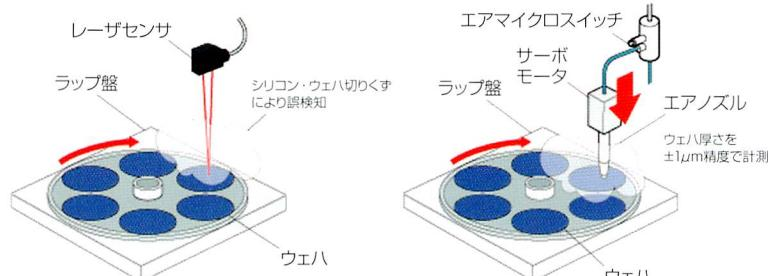

図7 半導体ウェハの厚さ測定
- ・半導体ウェハの厚さ測定(図7):これまでの「レーザセンサ」に比べ、シリコンウェハの切りくずによる環境に強い。